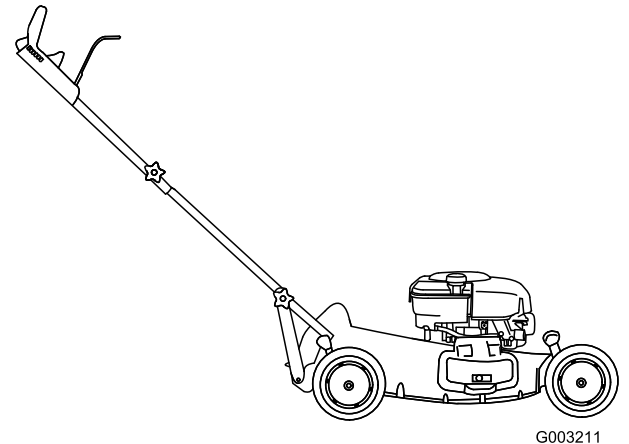

Figure 5
4. Ramenez le guidon en arrière (Figure 5).